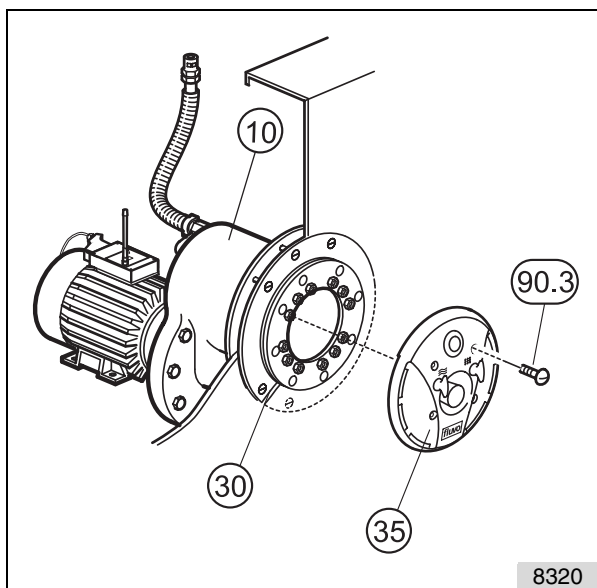

fig. 23
Dans des cas spéciaux, le tuyau d'air (65), valve à air comprise (28), peut aussi se monter dans la goulotte de trop-plein. (voir Fig. 23, Détail X)